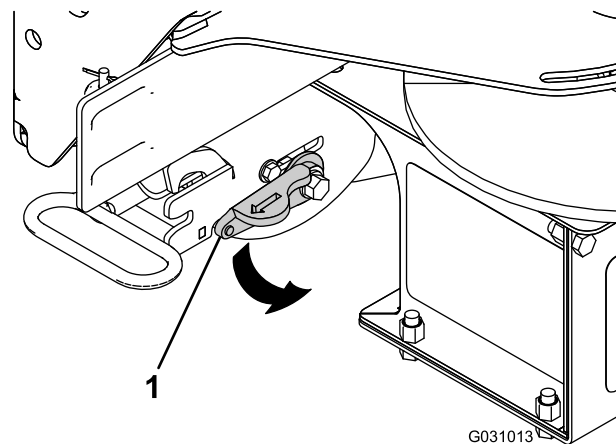

Figura21
- Rotiți maneta de blocare de pe dispozitivul de atașare RT3 în poziția de BLOCARE (Figura21).